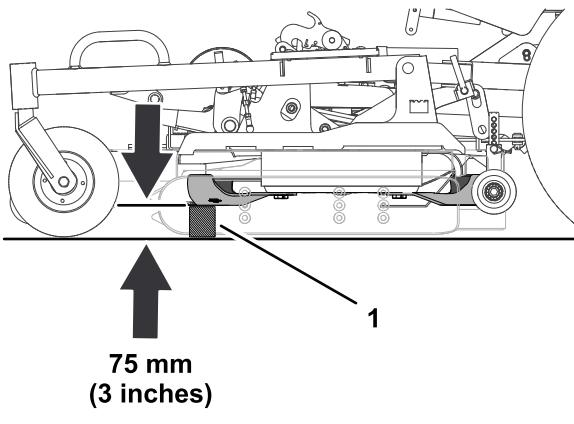

Figure 126
4. Mesurez la distance entre le sol et l'extrémité avant du tranchant de la lame avec une cale étalon (Figure 126).